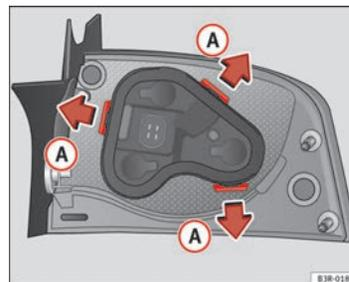

Fig. 213 Lengüetas de fijación en la parte posterior de la unidad de luz trasera
- Desbloquee las lengüetas de fijación ⇒ fig. 213 A.